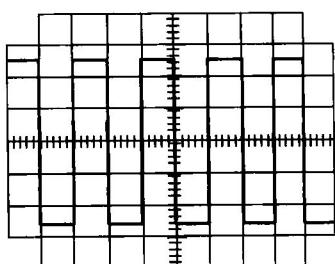

图 1-6 校准波形
(1) 接通电源, 电源指示灯亮, 预热, 屏幕中出现光迹, 调节旋钮, 使光迹居中, 亮度适中清晰。
(2) 接线。通过连接线将本机校准信号输入至垂直通道。
(3) 校准。接入本机校准信号, V/div 和 T/div 开关分别放在 $0.2V/div$ 档位和 $0.5ms/div$ 档位, 调节电平及微调旋钮, 使波形稳定, 调节 X 和 Y 方向移位, 方波垂直幅值占 5 格, 水平轴上占 2 格, 使波形如图 1-6 所示。